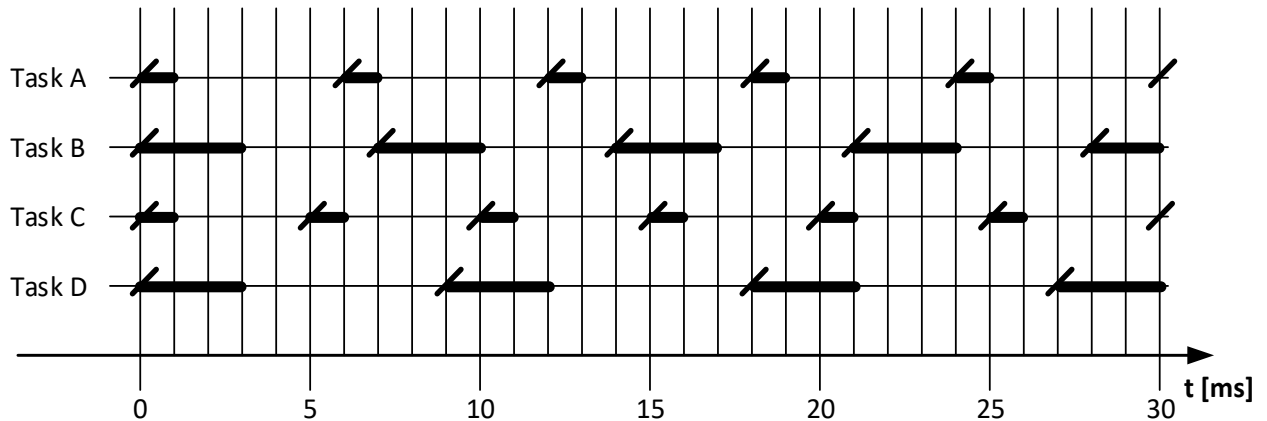
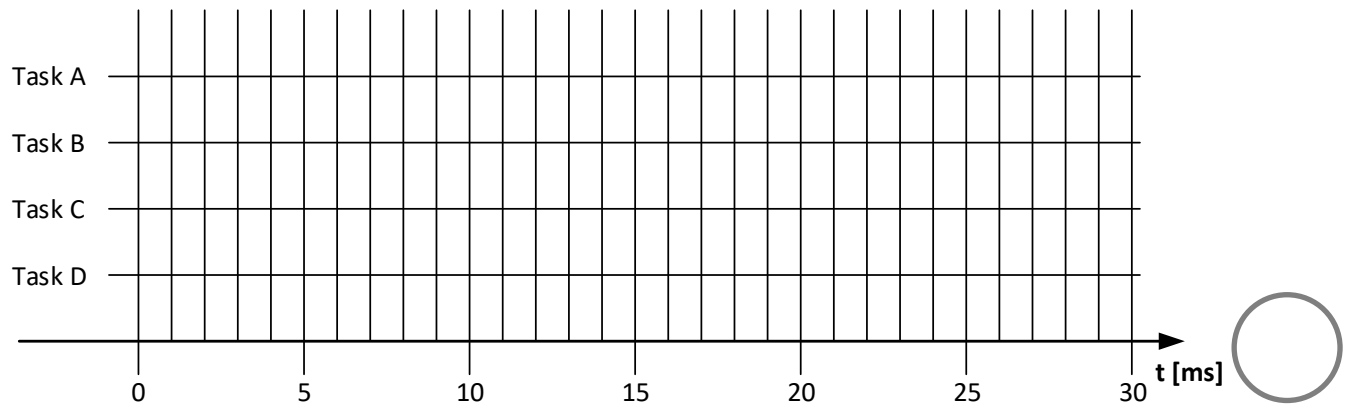
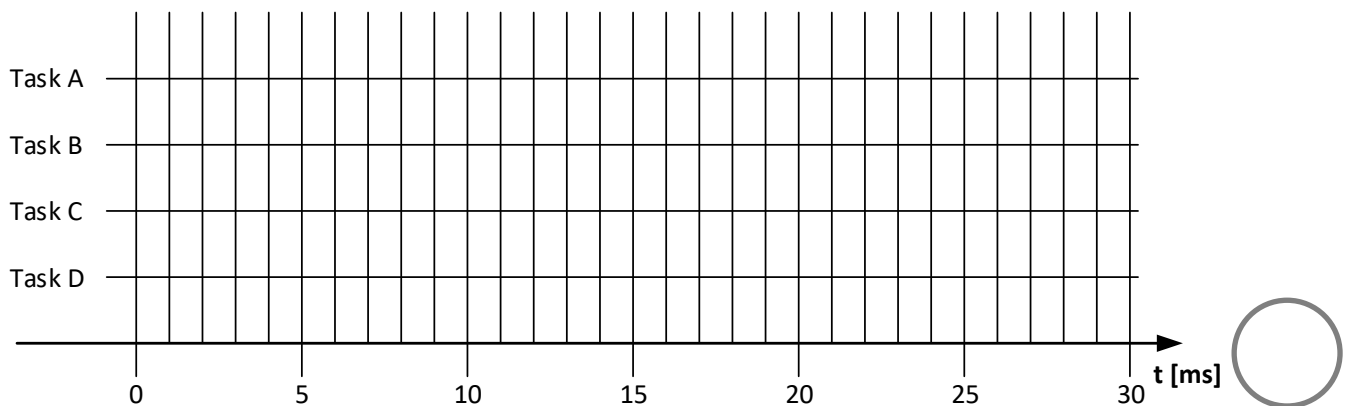

Abbildung 2: Soll-Ablauf der Tasks A, B, C und D
Abbildung 4: Ist-Ablauf der Tasks A, B, C und D (Zeitscheibenverfahren)
Abbildung 5: Ist-Ablauf der Tasks A, B, C und D (Verfahren der kleinsten Restantwortzeit)
Gegeben sei ein periodisches Taskset mit vier Tasks und einem Soll-Ablaufverhalten entsprechend Abbildung 2. Die Periode ist gleichzeitig als Deadline für die Ausführung zu interpretieren. Die Prioritäten der Tasks können der Tabelle 2 entnommen werden (kleinste Zahl entspricht höchster Priorität). Es steht ein Rechenkern zur Verfügung.
c) Bestimmen Sie die Auslastung des Rechenkerns bei einer Beauftragung entsprechend Abbildung 2 und Tabelle 2.
Ermitteln Sie das zeitliche Ist-Verhalten der Tasks bei einer Beauftragung entsprechend Abbildung 2 und Tabelle 2 beim Scheduling nach dem Zeitscheiben-Verfahren mit einem Systemtakt von 2 ms im Bereich $0 \leq t < 30$ ms. Zeichnen Sie Ihre Lösung in Abbildung 4 ein.
Ermitteln Sie das zeitliche Ist-Verhalten der Tasks bei einer Beauftragung entsprechend Abbildung 2 und Tabelle 2 beim Scheduling nach dem Verfahren der kleinsten Restantwortzeit im Bereich $0 \leq t < 30$ ms. Zeichnen Sie Ihre Lösung in Abbildung 5 ein.